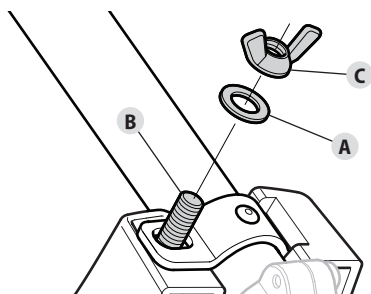

Fig. 4
4. Coloque una arandela (Fig. 4-A) sobre el perno (Fig. 4-B).
5. Atornille la tuerca mariposa (Fig. 4-C) sobre el perno hasta que el protector del cabezal de corte esté firmemente colocado en su lugar.